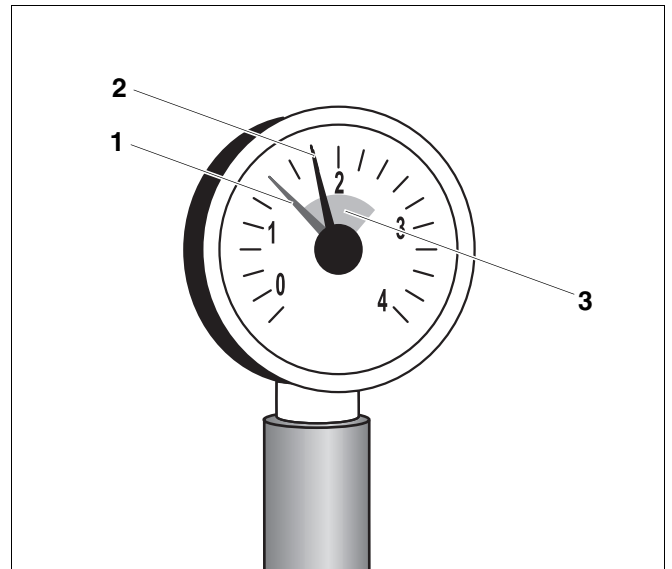

Abb. 4 Manometer für geschlossene Heizungsanlagen
Bei geschlossenen Heizungsanlagen muss der Manometerzeiger (Abb. 4, **Pos. 2**) innerhalb der grünen Markierung (Abb. 4, **Pos. 3**) stehen.
Der rote Zeiger (Abb. 4, **Pos. 1**) des Manometers muss auf den für die Heizungsanlage erforderlichen Druck eingestellt sein. Der Fachhandwerker stellt für Sie den erforderlichen Druck ein.
- Prüfen Sie, ob der Manometerzeiger (Abb. 4, **Pos. 2**) innerhalb der grünen Markierung (Abb. 4, **Pos. 3**) steht.
Wenn der Manometerzeiger (Abb. 4, **Pos. 2**) die grüne Markierung (Abb. 4, **Pos. 3**) unterschreitet, ist der Wasserdruck der Heizungsanlage zu gering. Sie müssen das verloren gegangene Heizwasser mit Ergänzungswasser auffüllen.
- Heizungsanlage über den bauseitigen Füllhahn langsam befüllen. Dabei Anzeige (Manometer; Abb. 4) beobachten.